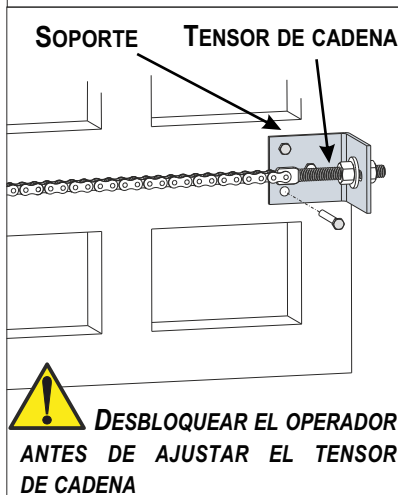

Fig. 20
7.1. Fijar dos soportes resistentes en las dos extremidad de la cancela para enganchar la cadena - Fig. 20
7.2. Instalar un tensor de cadena en cada soporte para ajustar la tensión de la cadena - Fig. 20